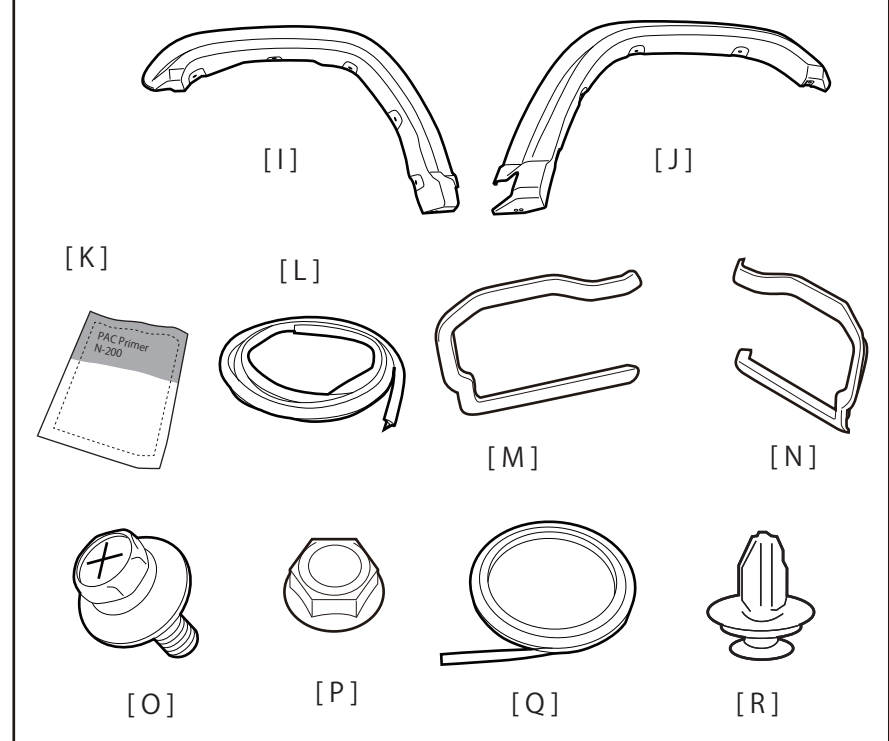

図7
⑧本製品各オーバーフェンダーのエンドモール装着部位を清掃脱脂し、[K] PACプライマー-N-200を塗布して十分乾燥させて下さい。(図7)
⑨[L]エンドモールを本製品各オーバーフェンダーに貼り付けます。(図7点線部)
⑩[M][N]エンドモールの内側貼付面に[Q]両面テープを貼付けます。(図7)
⑪本製品各オーバーフェンダーに[M][N]エンドモールを貼り付けます。(図7)
⑫手順①で外した純正フェンダーから白色クリップを外し、本製品各オーバーフェンダーに移設します。(図7☆部分)